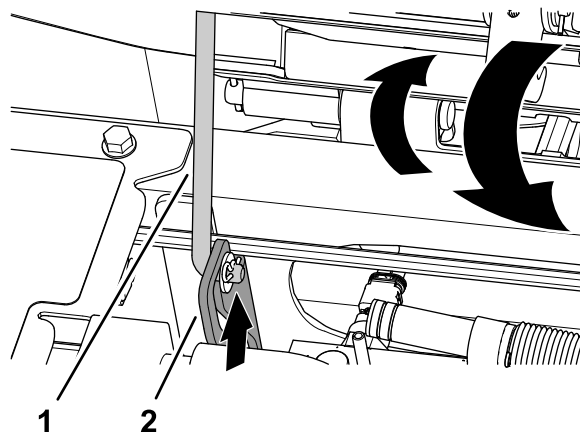

Figura 102
1. Rotiți ușor scaunul, ridicați tija de susținere din creștătura fantei de susținere a scaunului (Figura 102).